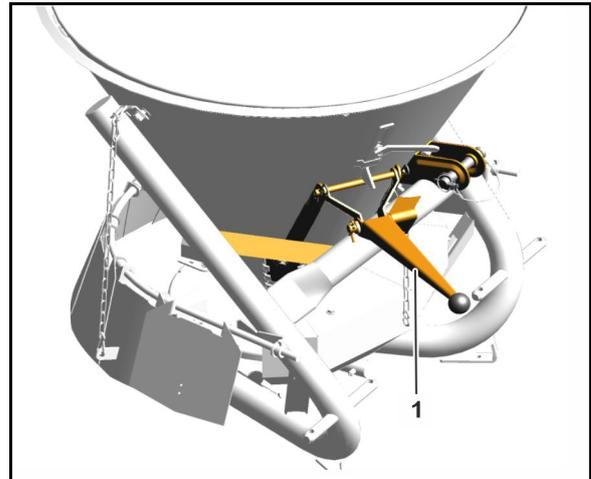

Fig. 10
- La boca de paso se **abre** mediante el resorte tensor (Fig. 10/1),
- La boca de paso se **cierra** hidráulicamente mediante un cilindro de simple efecto (Fig. 10/2).